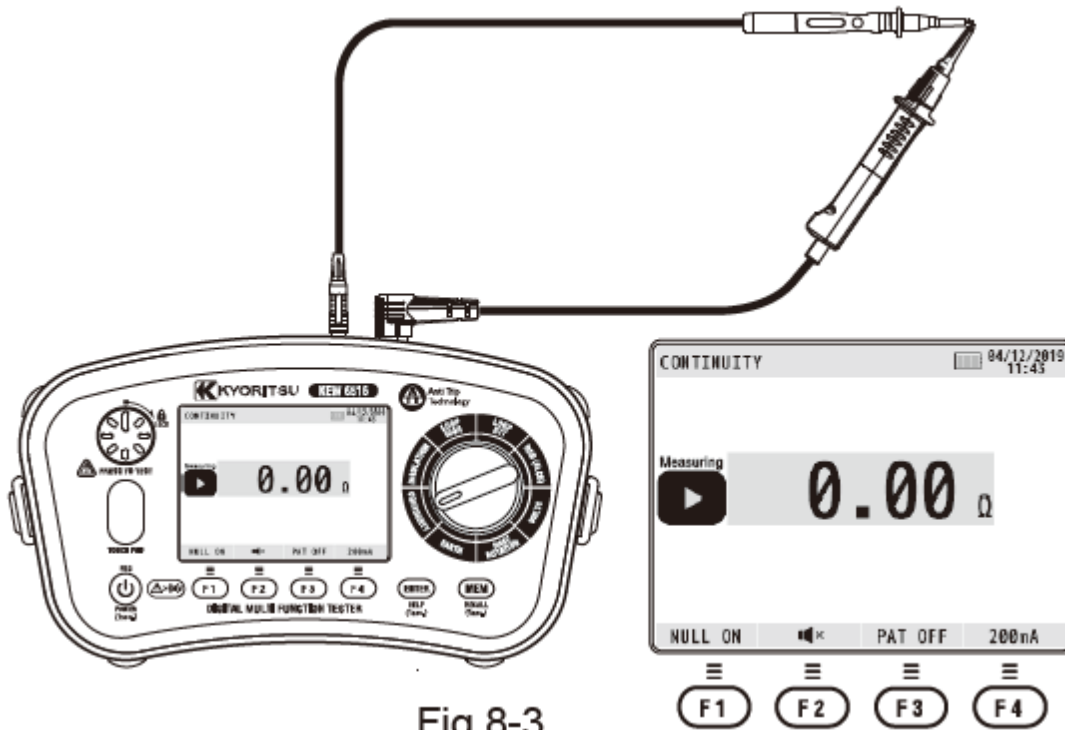

Fig.8-3
- (3) Raccordez fermement les extrémités des cordons de test (voir Figure 8-3), puis appuyez sur l'interrupteur de test et verrouillez-le. La valeur de la résistance du câble sera affichée. Le symbole "▶" est affiché à gauche de la lecture pendant une mesure.
- (4) Appuyez sur l'interrupteur F1(NULL), cela annulera la résistance de la sonde et la lecture indiquée devrait aller à zéro.
- (5) Relâchez l'interrupteur de test. Appuyez sur l'interrupteur de test et assurez-vous que l'écran affiche zéro avant de continuer. Lorsque vous utilisez la fonction de continuité nulle, "NULL ON" s'affiche sur l'écran LCD comme indiqué à la Figure 8-3.